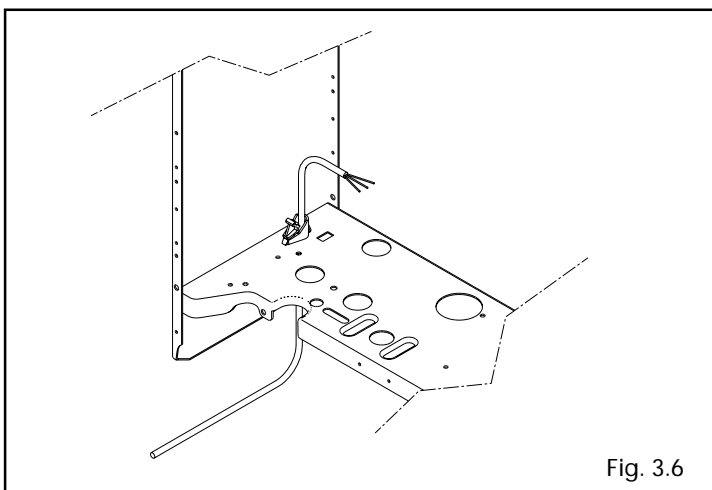

Fig. 3.6
- inserire il cavo dell'eventuale T.A. nell'apposito serracavo sul telaio (fig. 3.6)